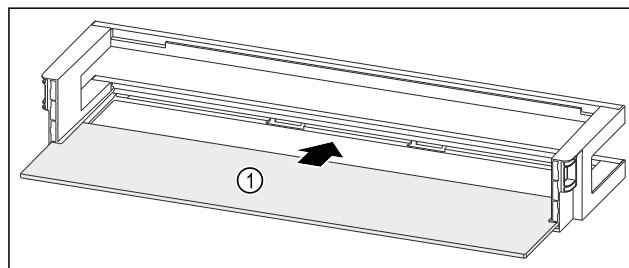

Fig. 262 Дверная полка со съёмной полкой
- ▶ Вдвиньте съёмную полку Fig. 262 (1) в боковые пазы.